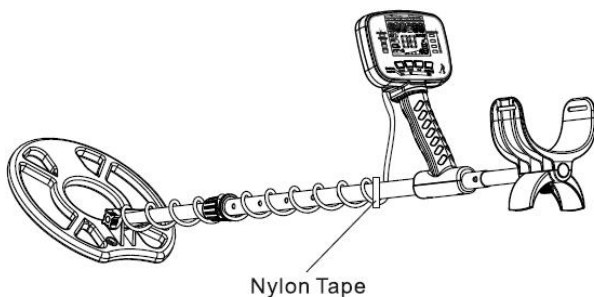

Abb. 6
6. Wickeln Sie das Kabel der Suchsonde um den Aluminiumstab und ziehen Sie es dabei mittelfest, so dass das Kabel nicht schwingt. Verbinden Sie es über den Stecker mit dem Bedienfeld. Achten Sie darauf, beim Herausziehen am Stecker und nicht am Kabel selbst zu ziehen. Befestigen Sie das Kabel mit Nylonklebeband (siehe Abb. 6).